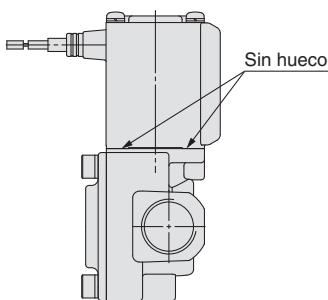

Fig. 1
- 2) Presione el conjunto de bobina contra el cuerpo y apriete los tornillos dos o más giros diagonalmente (Fig. 2) en el estado que no haya espacios entre el conjunto de bobina y el cuerpo (Fig. 1.)
\* Después de apretar los tornillos, asegúrese de que no haya espacios entre la bobina y el cuerpo (Fig. 1.)